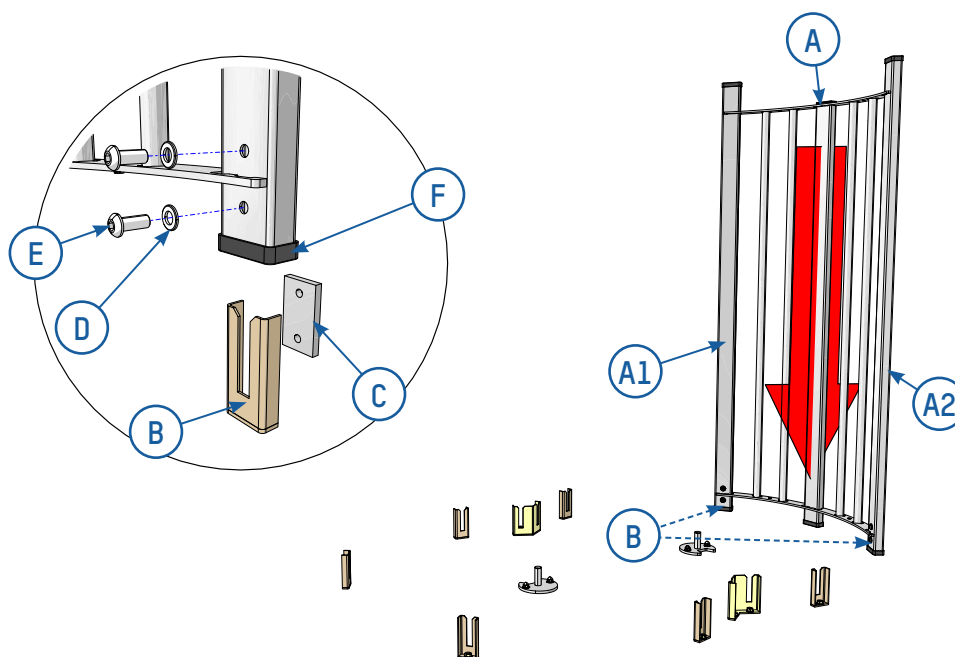
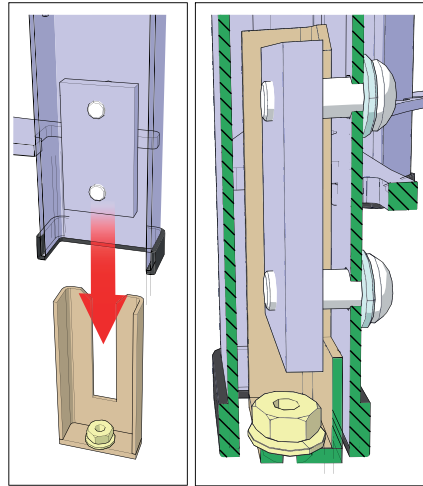

Fig. 15
Fig. 16
Efter att ha monterat monteringsfästena (C) i var och en av de två yttre stolparna (A1 & A2) med skruvar (E) och brickor (D) [⇒ Fig. 16], placera den första fasta panelen (A) på motsvarande fixeringsckenor (B). [⇒ Fig. 15]